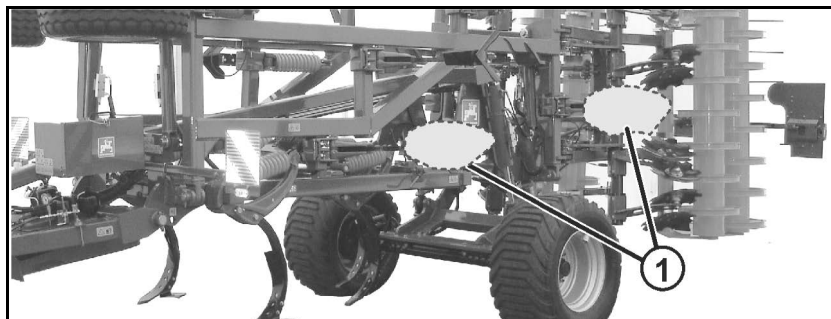

図 4
- 道路走行の際に両側の下のタイヤをカバーする両面の保護ターポリン（図 4/1）